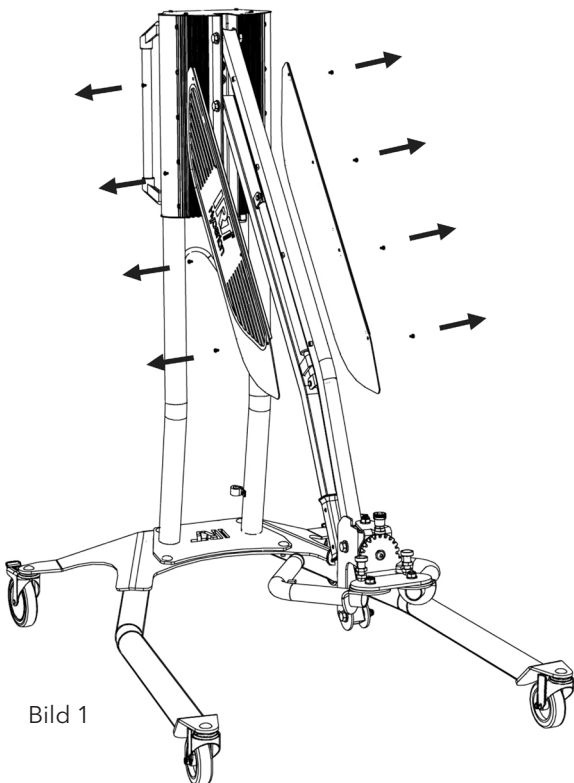

Bild 1
1. Entfernen Sie die vier Schrauben, mit denen die Platten an beiden Seiten des Arms gehalten wird. (Abb. 1)